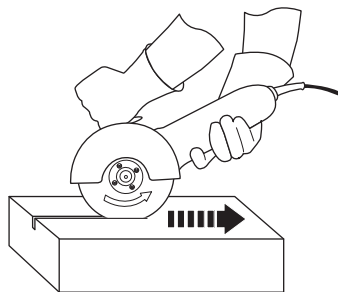

Fig. 21
- > Guie o produto de forma contínua em direção à seta para completar a ação de corte (Fig. 21).